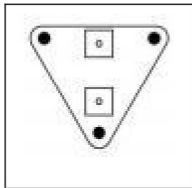

Fig. 1.
- 1). Utilisez les panneaux muraux (3) pour définir la position requise des ventilateurs. marquer trois Trous de montage, percez trois trous dans les emplacements marqués. Assurez-vous que votre la zone de montage est structuellement solide et exempte de toute obstruction. Voir le (Fig. 1.)